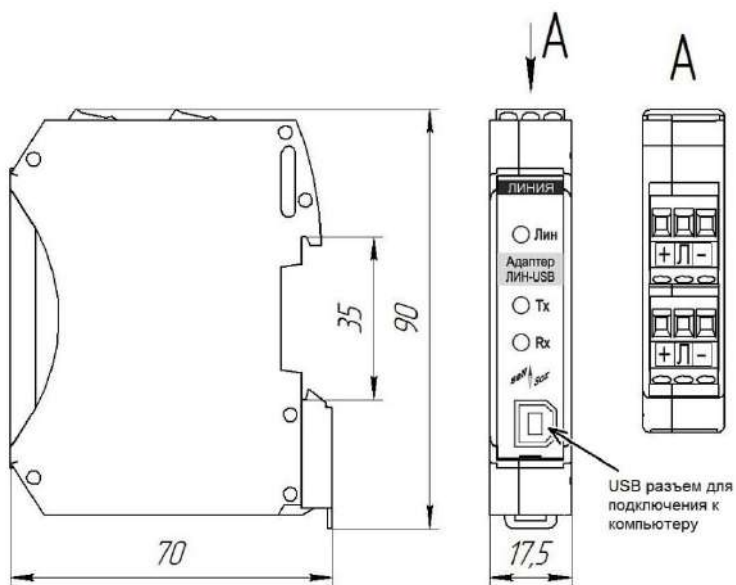

Рисунок 5 – Внешний вид адаптера ЛИН–USB–DIN
1.4.1 Адаптер изготавливается в пластиковом корпусе, состоящем из двух боковых частей, соединяемых между собой защёлками, лицевой панели, закрываемой откидывающейся прозрачной крышкой (см. рисунок 5).